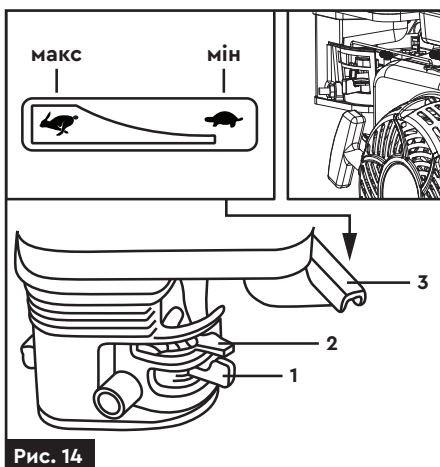

Рис. 14
2. Відкрийте паливний кран, перемістивши важіль управління паливним краном (1) (рис. 14) вправо.
1. Відкрийте повітряну заслінку, перемістивши важіль управління повітряною заслінкою (2) (рис. 14) вліво.
2. Перемістіть вправо важіль управління дросельною заслінкою (3) (рис. 14) в положення MAX приблизно на 1/3 ходи важеля.
5. Поступово перемістіть важіль повітряної заслінки (2) (рис. 14) в положення «ВВІМК» (ON) після того, як двигун прогріється.
6. Перемістіть важіль управління дросельною заслінкою (3) (рис. 14) в положення MAX, або виберіть бажану кількість обертів колінчастого валу двигуна відповідним переміщенням важеля управління дросельною заслінкою, але не до крайнього положення
7. Перед зупинкою ДВЗ переведіть важіль (3) (рис. 14) в положення MIN приблизно на 1-2 хвилини,